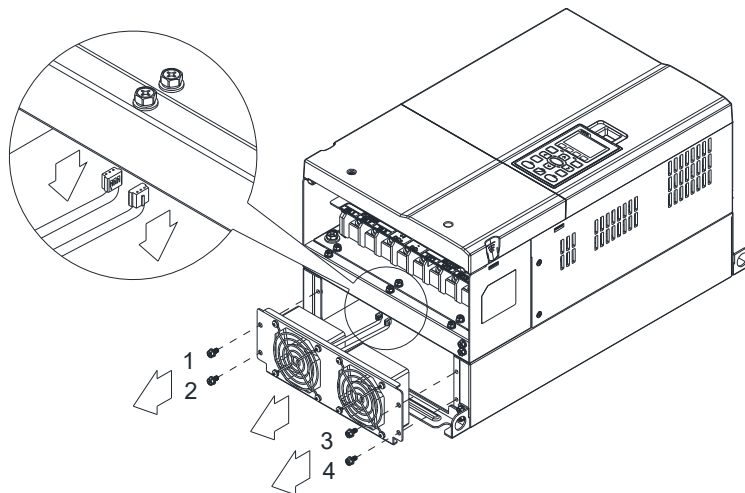

图 1
2. 拉开风扇时, 须将风扇的电源接头拔除 (如图 1 中局部放大图所示)